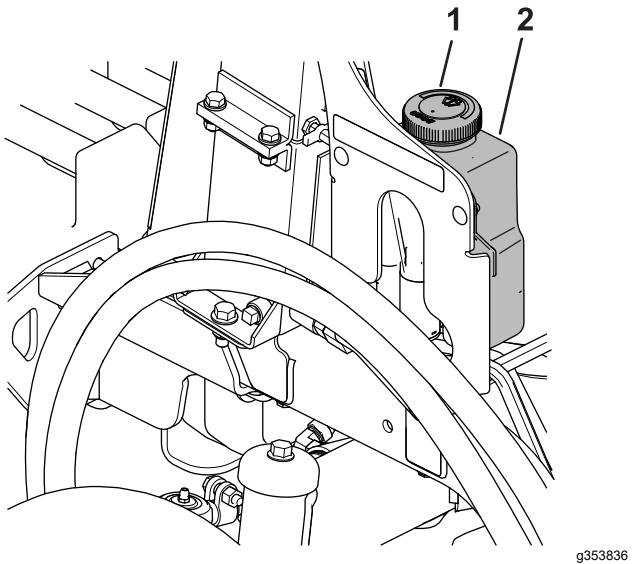

Рисунок 86
- Снимите крышку бачка (Рисунок 86).